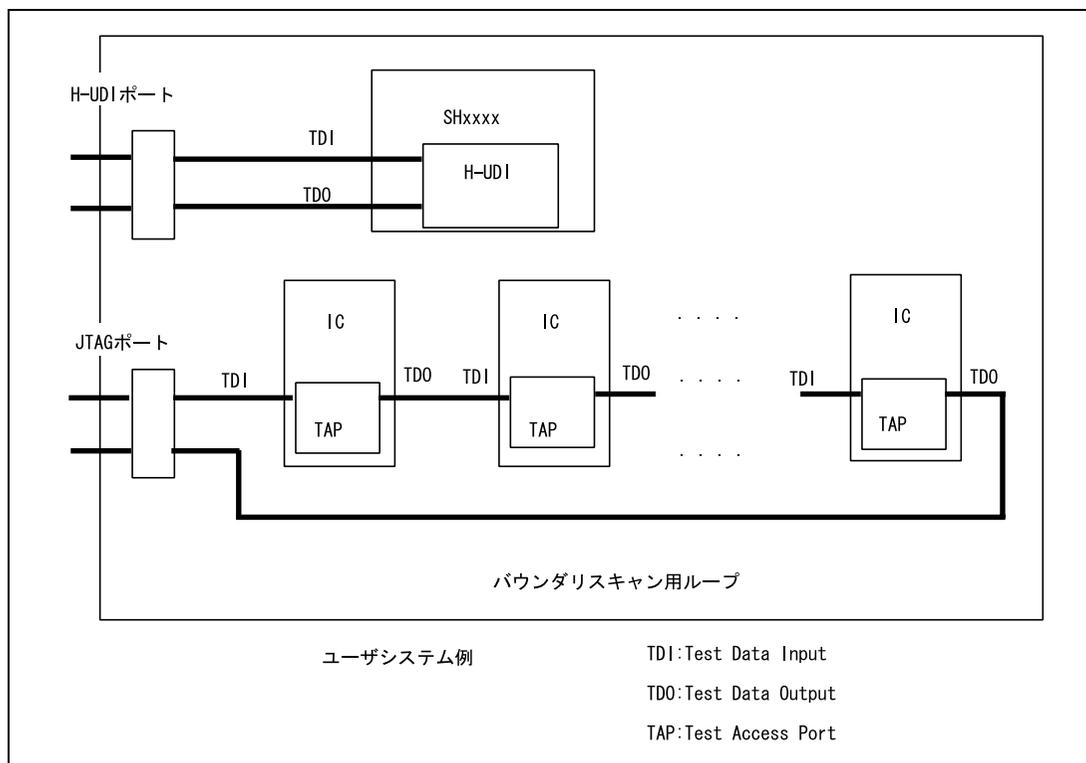

図 2.29 ユーザシステム設計時の注意
4. ユーザシステムを設計する際、バウンダリスキャン用ループにデバイスの TDI 信号、TDO 信号を接続しないでください。または、スイッチ等でデバイスを切り離すようにしてください。（図 2.29 参照）